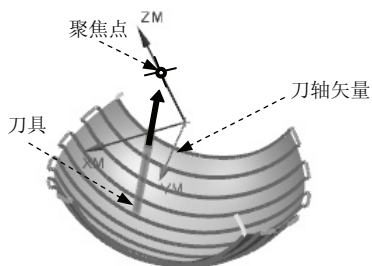
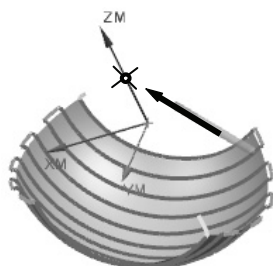

图 5.4.8 “朝向点”刀轴矢量（一）
图 5.4.9 “朝向点”刀轴矢量（二）
- **朝向点**：选择此选项后，系统弹出“点”对话框，可以通过“点”对话框创建一个聚焦点，所有刀轴的矢量均指向该点，如图 5.4.8 和图 5.4.9 所示。参考文件路径为：D:\ugnx90.9\work\ch05.04\point_to.prt。